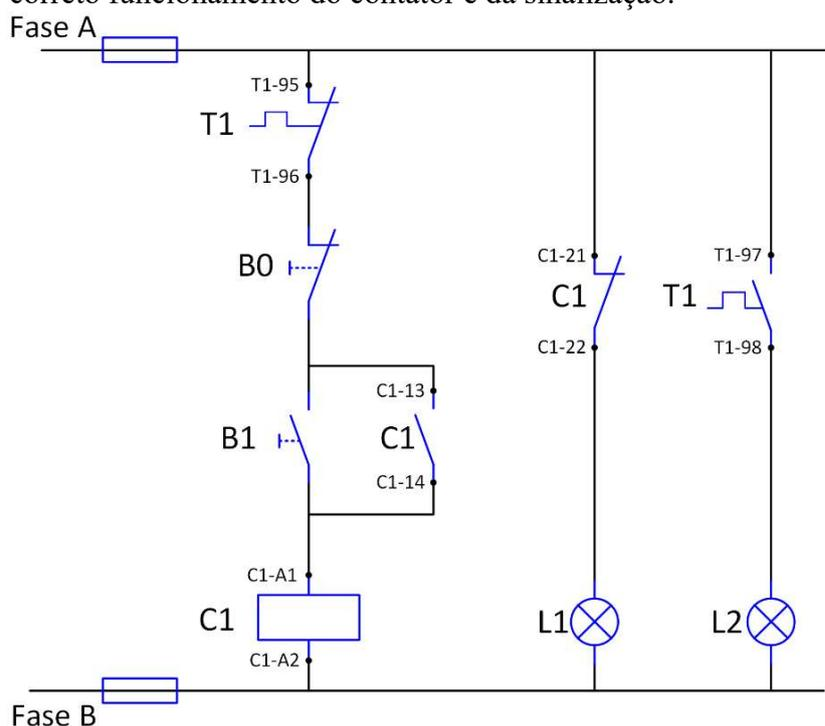
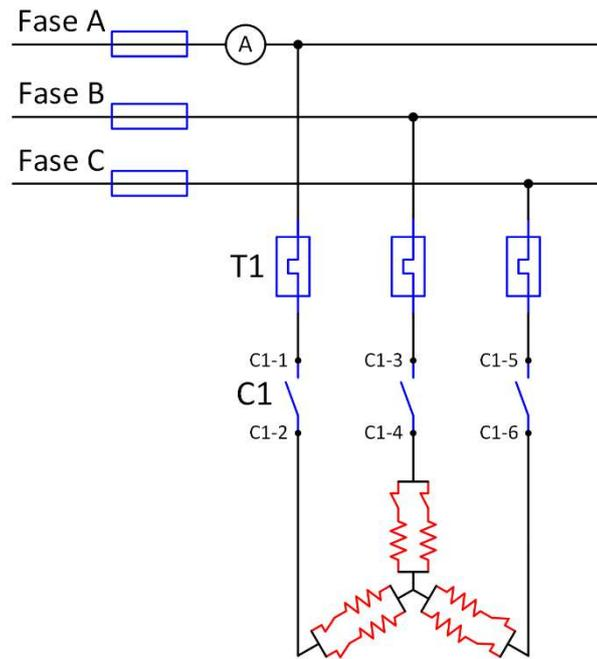

Figura 12 – Circuito de comando e sinalização a ser montado.
Figura 13 – Circuito de potência a ser montado.
Com base nos circuitos da Figura 12 e da Figura 13, localize na bancada cada um dos elementos que devem ser utilizados na montagem. Em seguida, siga atentamente os passos descritos a seguir:
Passo 1) Monte os **circuitos de comando e sinalização**, de acordo com a numeração anotada na Figura 12. Realize, através das botoeiras, os comandos de ligar e desligar e verifique o correto funcionamento do contator e da sinalização.
Passo 2) Monte agora o **circuito de potência**, observando a numeração anotada na Figura 13. Como carga, deve ser utilizada a caixa de resistências em ligação estrela-paralelo. Ajuste a corrente de atuação do elemento térmico para o valor mínimo de 2,8 A. Em seguida, realize o comando de ligar e meça a as correntes de linha que alimentam a caixa de resistências.